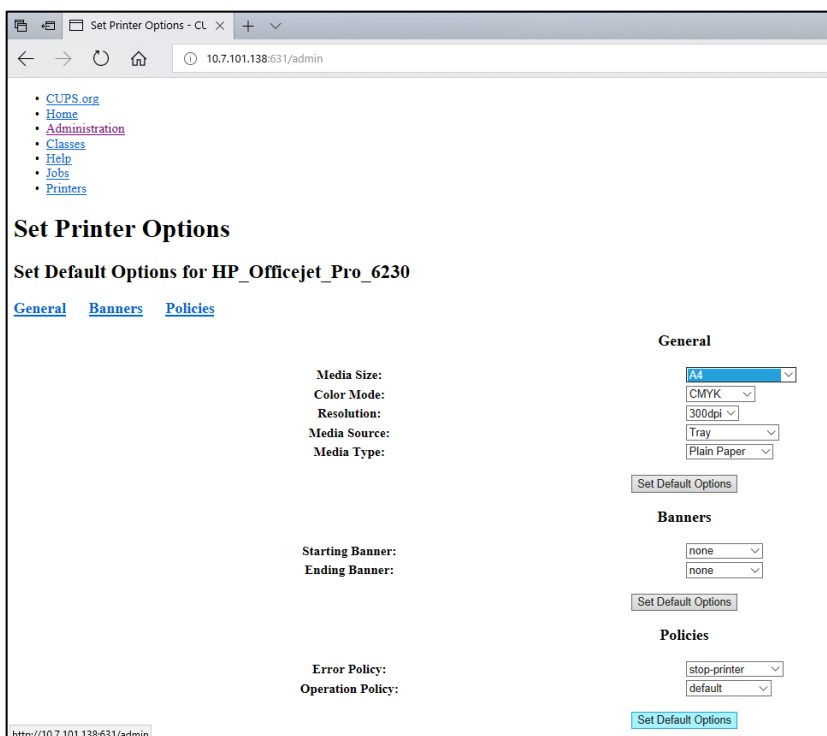

图 104. 选择正确的介质尺寸。
7. 选择正确的 Media Size（介质尺寸）（例如“A4”），因为某些打印机在纸张格式错误时不会打印。接下来，按下 **Set Default Options**（设置默认选项）来保存选择（图 104）。